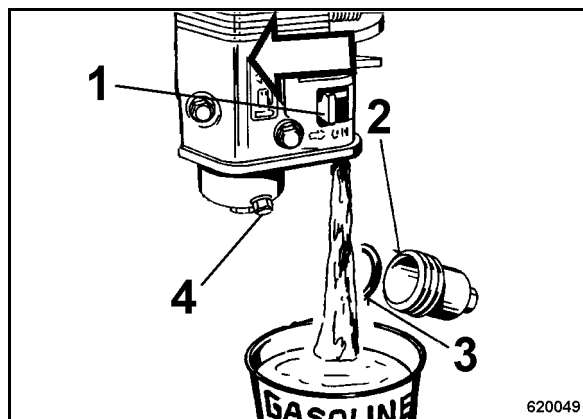

рис. 62
- Открыть топливный кран (1) (рис. 62) в направлении стрелки.
- Отвинтить фильтр осадка на дне бака (2), опорожнить и плотно ввинтить с новым уплотнительным кольцом (3).
- Отвинтить резьбовую пробку сливного отверстия карбюратора (4), слить топливо из карбюратора и снова ввинтить пробку.